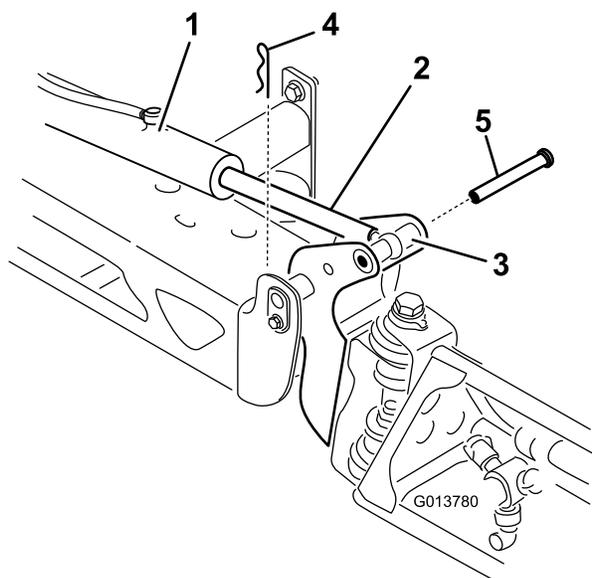

図 58
- ピボットピンからコッターピンを抜き取る 図 58。
- ブームを持ち上げて、ピンを外し 図 58、ブームをゆっくりと床面に降ろす。
- ブームを支えながら、ブームのピボットとアクチュエータロッドにピンを通す(図 58)。